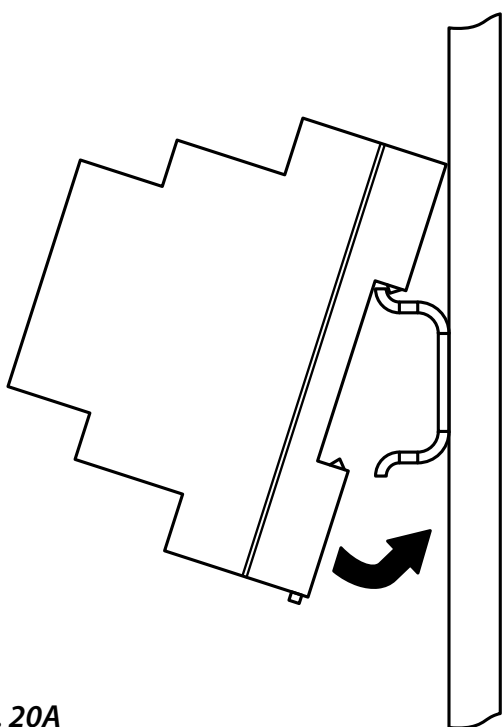

Fig. 20A
- Fixer le module d'alimentation à un rail DIN (suivre les indications des Fig. 20A, 20B et 20C).